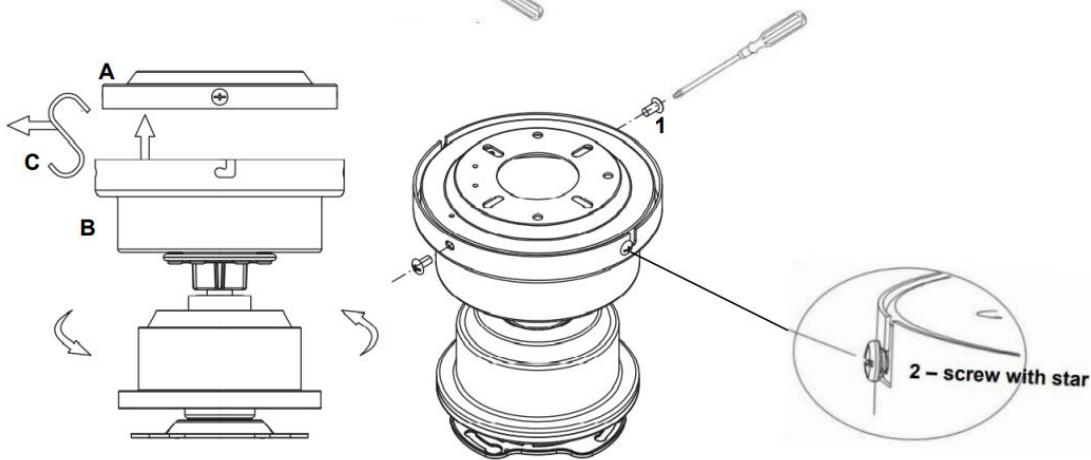

Fig. 8
- 모터 모듈(B)을 후크(C)에서 떼어낸 후, 모터 모듈에 있는 L자 홈과 마운팅 브라켓(A)에 조금 느슨하게 만든 나사를 결합합니다. L자 홈에 나사가 제대로 걸려 결합이 되었다면 이 나사를 단단하게 조여줍니다. 그 후 처음에 풀어두었던 나사 두 개도 단단하게 조여줍니다. 이 작업을 진행할 시 전기 배선에 손상이 가지 않도록 주의가 필요합니다. Fig. 8